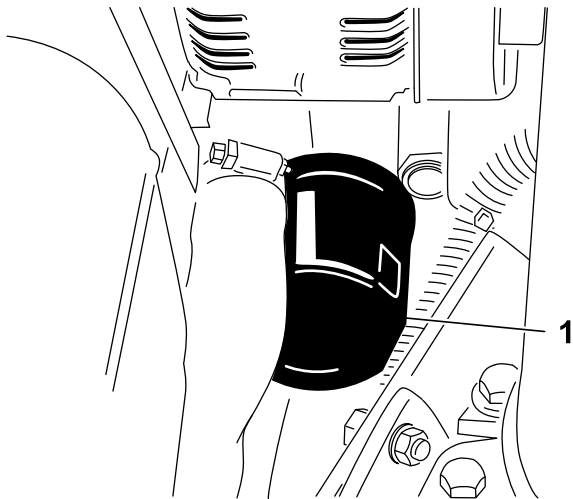

Рисунок 48
2. Извлеките масляный фильтр (Рисунок 48). Перед установкой нового фильтра нанесите на его уплотнение тонкий слой чистого масла. **Не перетягивайте фильтр.**